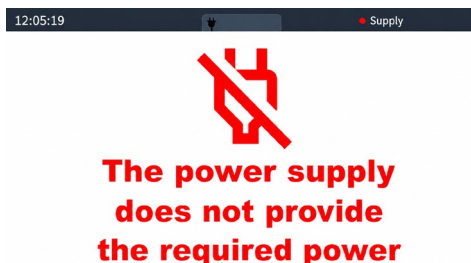

Рисунок 8
1.2. Якщо підключений блок живлення **не забезпечує** необхідної потужності, індикатор живлення відображається **червоним кольором**. На головному екрані з'являється відповідне повідомлення (див. рис. 8). При цьому режими **«Autodetect»** та **«Manual»** стають недоступними, а під час вибору актуатора з бази даних кнопка **«Start test»** не відображається.